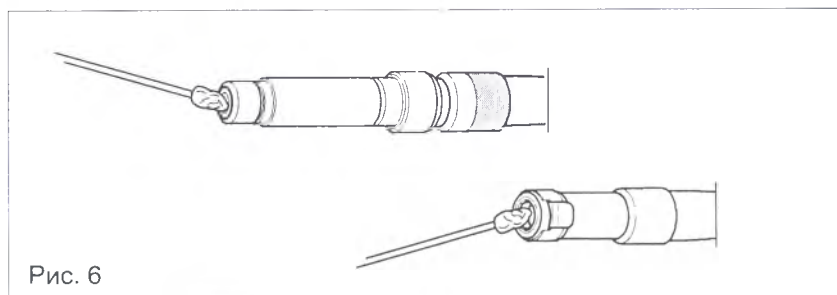

Рис. 6
- ◇ Проверьте фиксирующую механику переходника (B) и (C) со стороны эндоскопа. Замените переходник, если соединение,
- ◆ Протрите поверхности стекла смоченным в спирте тампоном (использовать деревянную, а не металлическую или пластмассовую палочку), устранив трудно удаляемый налет средством для очистки инструментов* (Рис. 6).